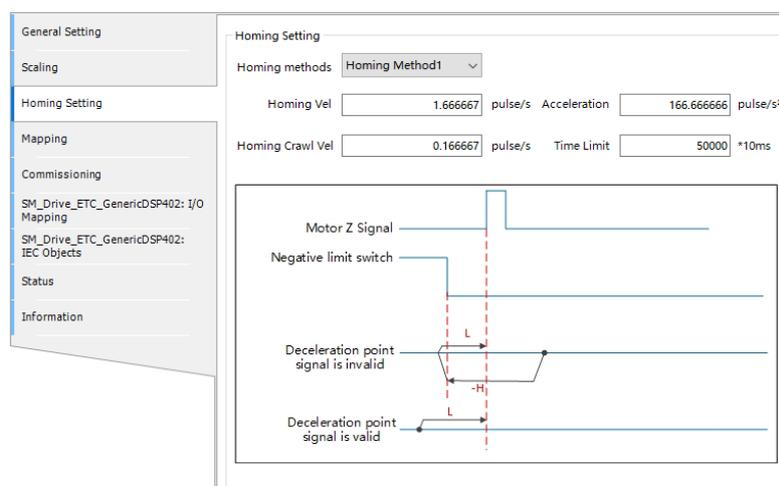

Рис. 4.71. Расчет коэффициента редукции
4) расчет коэффициента редукции (рис. 4.71).